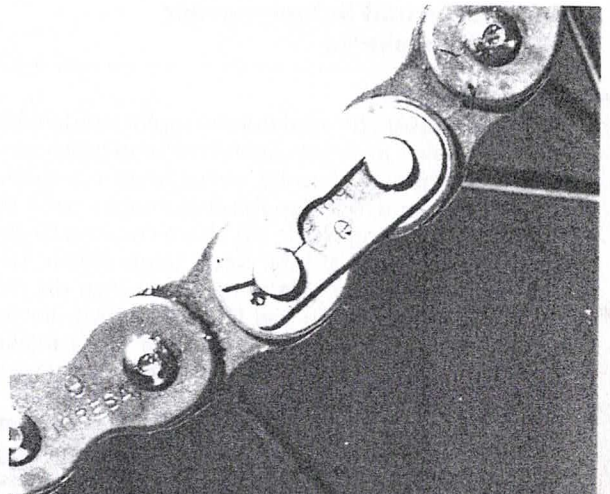

Bild 184
- Beim Einbau der Kette muss die Schliessfeder des Kettenschlosses mit dem geschlossenen Ende in Laufrichtung zeigen (Bild 184). Das Einfügen des Kettenschlosses wird erleichtert, wenn sich beide Kettenenden auf dem Zahnkranz des Hinterrades befinden.